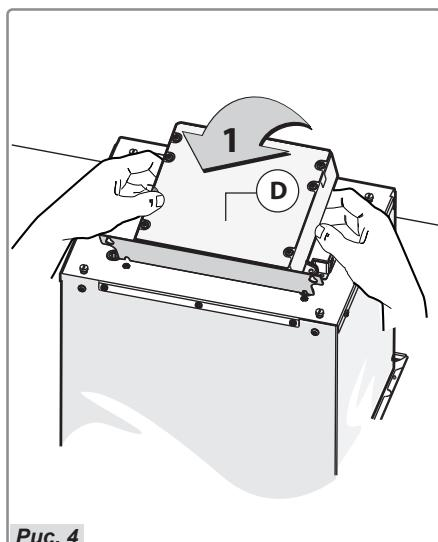

Рис. 4
– Для установки кухонной вытяжки следует вертикально выровнять блок электрооборудования (рис. 4).